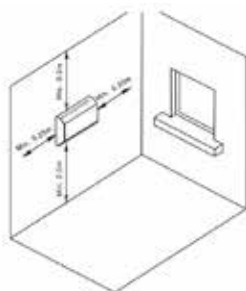

Fig. 1
Amplasați aparatul la cel puțin 2 m față de podea, 25 cm față de colțul camerei și 20 cm de la tavan. Orificiile de ieșire a aerului trebuie să fie orientate în jos (vezi Fig. 1)
1. Scanați codul QR de mai jos (Fig. 1) sau căutați aplicația „Concept Home” pe Google Play sau App Store și descărcați aplicația pe telefonul dvs. mobil. Dacă aveți deja Concept Home, deschideți aplicația, conectați-vă și urmați instrucțiunile de asociere.